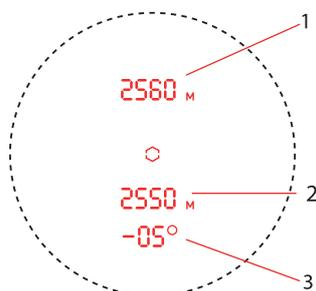

Рис. 2
Нацельтесь на выбранный объект и нажмите кнопку включения/измерения (6). В этом режиме вы можете измерить расстояние до цели по горизонтали. На дисплее отобразятся значения угла [3], расстояния до цели по прямой [1] и расстояния до цели по горизонтали [2] (рис. 2). Нажмите кнопку включения/измерения (6) для однократного измерения. Нажмите и удерживайте кнопку включения/измерения (6) в течение 3 секунд для непрерывного измерения.